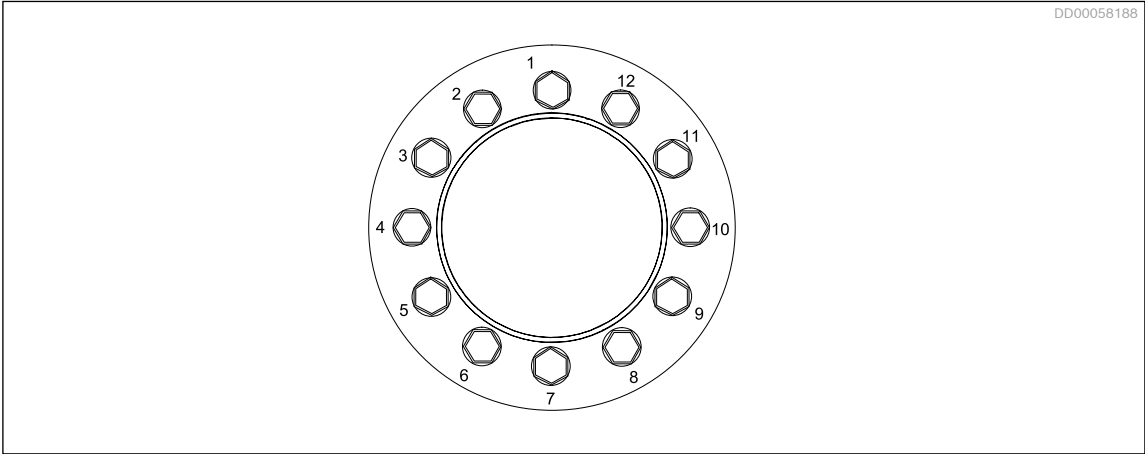

Рис. 39. Порядок затяжки
5. Установите динамометрический ключ макс. на $\frac{1}{3}$ указанного максимального момента затяжки для винтов муфты и затяните все винты согласно последовательности, указанной на *Рис. 39*, посредством 2 или 3 проходов. Увеличьте момент затяжки макс. до $\frac{2}{3}$ максимального момента затяжки и затяните винты посредством еще 2 или 3 проходов.
7. Начните затягивать винты согласно последовательности, показанной на *Рис. 39*.